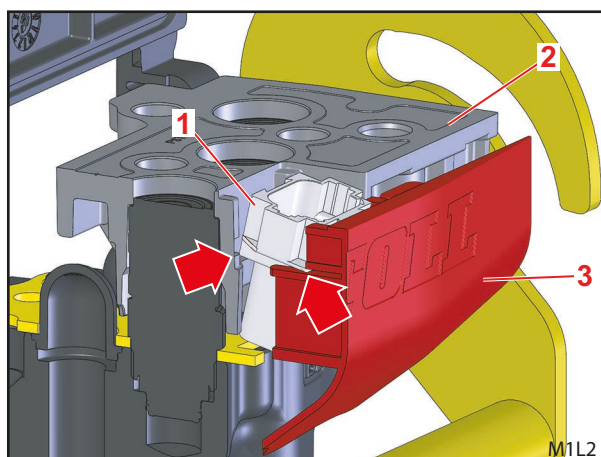

Fig. 10 Montar a parte inferior do Hydro-Fix - Conector elétrico e cobertura
- (6) Avançar a parte inferior do Hydro-Fix na válvula (não até completamente para baixo).
- (7) Colocar o conector elétrico ligeiramente inclinado de modo a que deslize nos guias e nos apoios ao montar a cobertura e a parte superior do Hydro-Fix (consulte as setas em Fig. 10).
- (8) Introduzir completamente a cobertura e pressionar simultaneamente e com cuidado a parte inferior do Hydro-Fix para baixo.
- (9) Fixar a parte inferior do Hydro-Fix com os 5 parafusos M8x45.